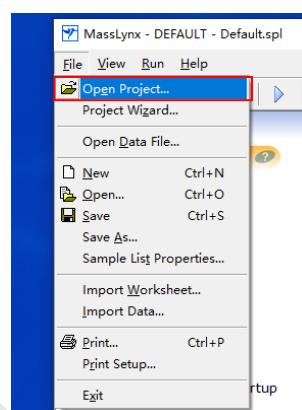

图 6-6
Step2. 点击 File – Open Project... (图 6-6), 弹出 6-7 对话框, 点击 Yes